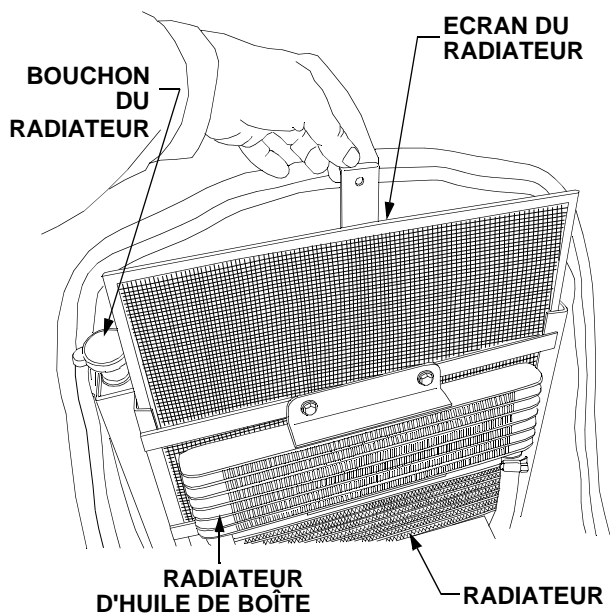

Figure 50
Pour retirer l'écran du radiateur, ouvrez le capot et soulevez doucement l'écran en le saisissant par la languette centrale. Rincez cet écran avec de l'eau pour nettoyer sa surface. Voir la Figure 50.
- Tournez le bouchon du radiateur en sens inverse des aiguilles d'une montre jusqu'à la première butée pour délester toute pression régnant éventuellement dedans. Voir la Figure 50.
- Tournez le bouchon du réservoir en sens inverse des aiguilles d'une montre, jusqu'à la première butée, puis appuyez sur la bouchon et tournez-le dans le sens des aiguilles d'une montre pour le détacher. Voir la Figure 50.